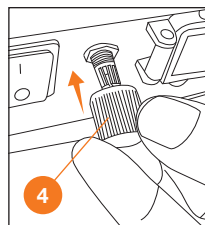

Рис. 11
6. Установите рукоятку регулировки расхода жидкости 4 (Рис. 11).